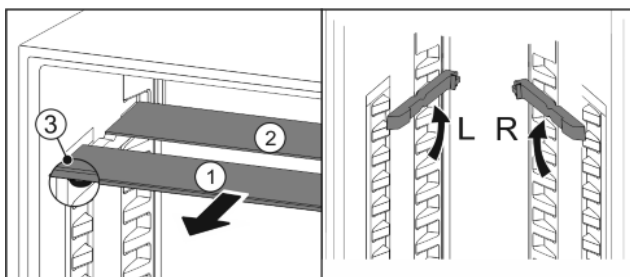

Fig. 20
- ▶ Extrageți Fig. 20 (1) pe rând plăcile de sticlă spre înainte.
- ▷ Placa de sticlă Fig. 20 (1) cu opritoare împotriva extragerii se află în față.
- ▷ Opritoare arată în jos Fig. 20 (3).